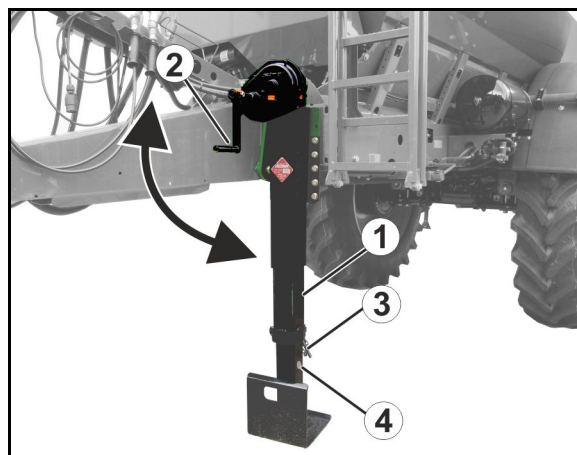

Fig. 42
1. Ridicați piciorul de sprijin (Fig. 42/1) cu manivela (Fig. 42/2) până la opritor.
2. Trageți bolțul (Fig. 42/3) din piciorul de sprijin.
4. Introduceți bolțul în orificiul inferior (Fig. 42/4) și asigurați-l.
1. Țineți ferm piciorul de sprijin și trageți bolțul (Fig. 42/3) din piciorul de sprijin.
4. Coborâți piciorul de sprijin (Fig. 42/1) până la opritor cu ajutorul manivelei (Fig. 42/2) până când gura de cuplare s-a detensionat.